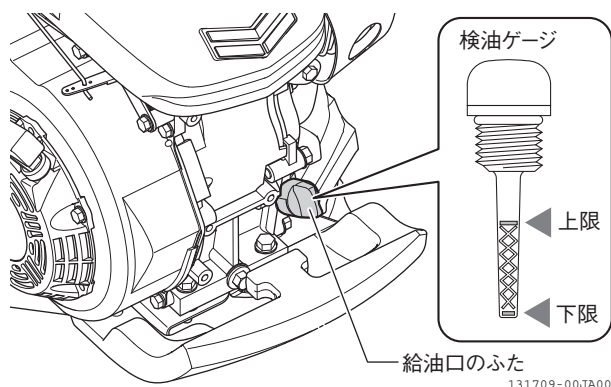

図 4-16 点検のしかた
1. 給油口のふたを外して、先端の検油ゲージのエンジンオイルをきれいにふきます。(図 4-16)
2. 給油口のふたを給油口に差し込み、もう一度抜き出します。(図 4-16)